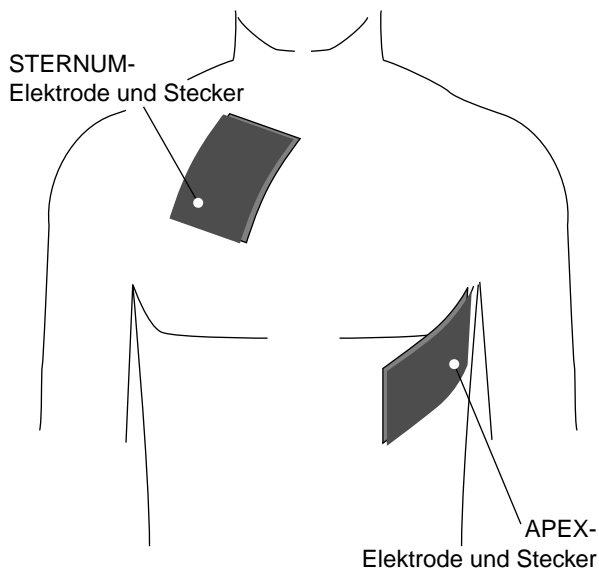

Bild 4-16. Anlegen der Defibrillations-Klebelektroden
- Legen Sie die Defibrillations-Klebelektroden entsprechend Bild 4-16 an.